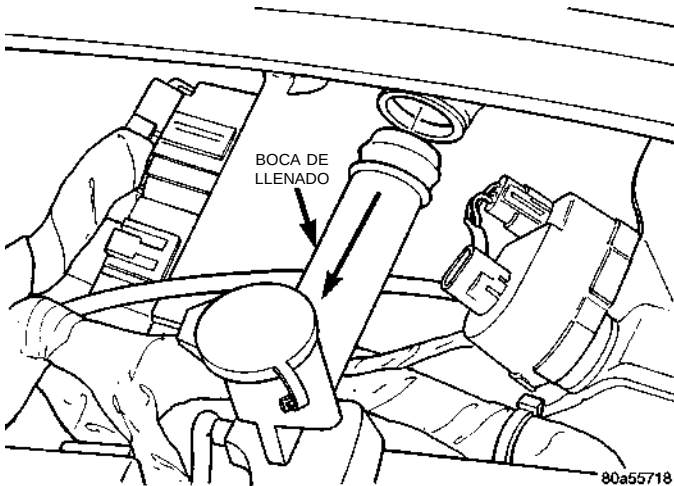
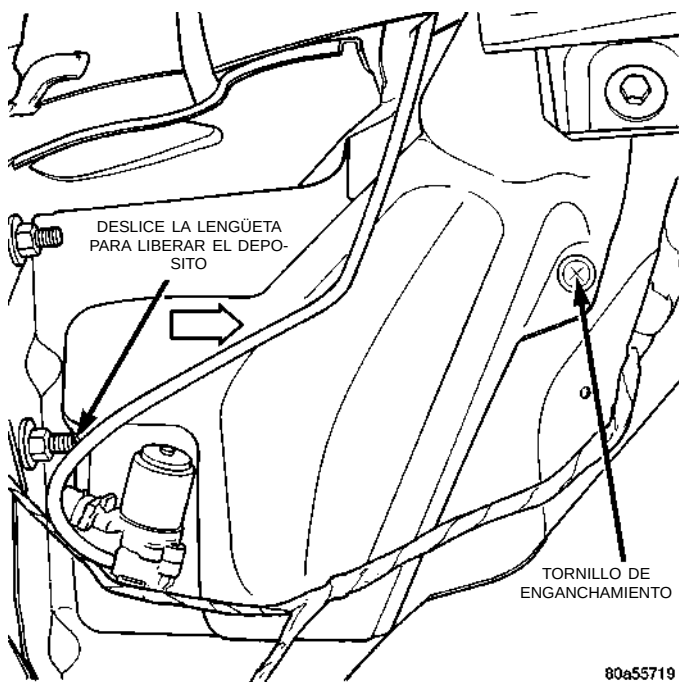

Fig. 5 Desmontaje de la boca de llenado
Fig. 6 Desmontaje del depósito
- (1) Retire la boca de llenado (Fig. 5).
- (2) Eleve el vehículo con un elevador.
- (3) Desconecte el conector de cables de la bomba del depósito (Fig. 6).
- (4) Desconecte la manguera del lavador situada en la bomba y drene el depósito.
- (5) Retire el dispositivo de fijación del depósito.
- (6) Retire el depósito a través de la abertura del guardabarros.